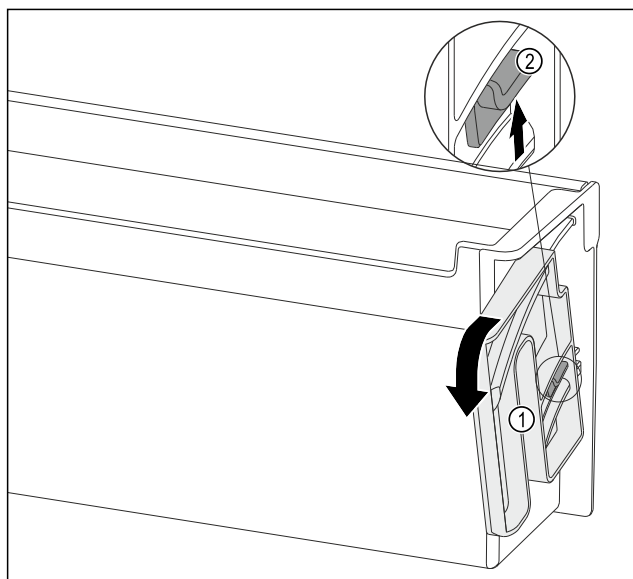

Fig. 124
- Obrócić pokrętło Fig. 124 (1) w określonym kierunku do oporu.
- Wcisnąć nakładkę Fig. 124 (2) w górę i wyjąć pokrętło Fig. 124 (1).